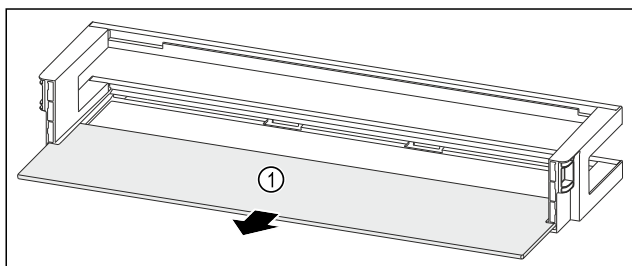

Fig. 211 Türabsteller mit Abstellfläche
- Abstellfläche Fig. 211 (1) entnehmen.